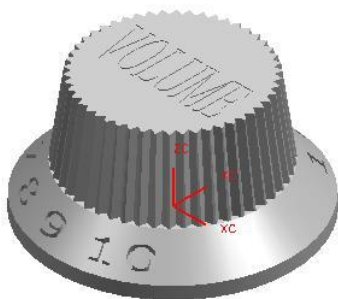

图5-3
2. 在【注塑模向导】工具条中单击【项目初始化】  按钮, 弹出【打开部件文件】对话框, 选择附盘中的“\example\chap05\xuanniu.prt”文件, 单击 **OK** 按钮调入模型文件。在弹出的【项目初始化】对话框中输入【项目路径】为“E:\xuanniu”, 在【部件材料】下拉列表中选择【ABS】选项, 单击 **确定** 按钮加载模型文件, 如图 5-3 所示。